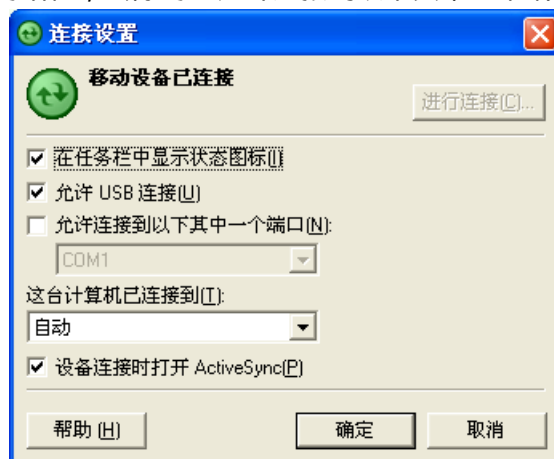

图 2.29 禁止串口连接
2. 在PC上打开Microsoft ActiveSync，然后选择菜单“文件(F)”→“连接设置(C)...”，弹出如图 2.29 所示的对话框，去除对“允许连接到以下其中一个端口(N):”的选择。